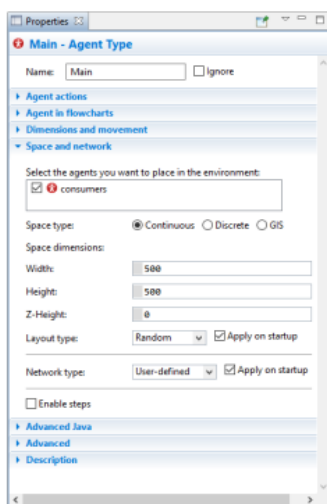

Рисунок 2.16 – Перегляд властивостей
27. Оберіть *Main* у вкладці *Projects*, щоб відкрити його властивості у вікні «Властивості» (ви знайдете «Властивості» у правій половині вікна *AnyLogic*). У розділі «Простір і мережа» (*Space and network*) основних властивостей ви можете налаштувати параметри середовища для сукупності агентів споживачів (рис. 2.16).